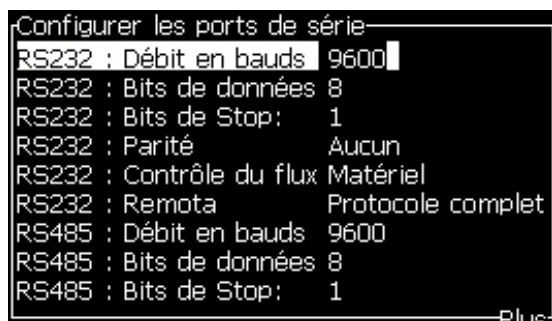

Figure 4-21: Configurer la boîte de dialogue Ports de série
- 2 Sélectionnez l'option *Configuration du port de série* et appuyez sur la touche *Entrée*. La boîte de dialogue *Configurer port de série* apparaît (voir la section Figure 4-21).